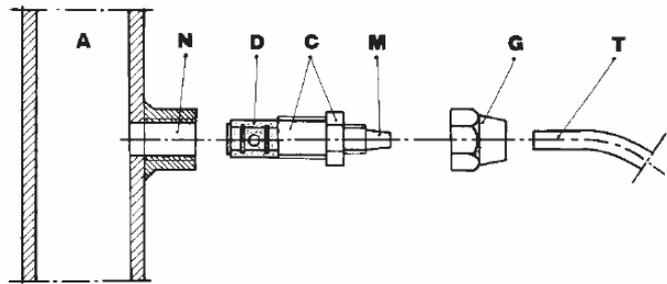

Bild 8: Anschluss des Impfventils
- f- Wählen sie einen passenden Einspritzpunkt am vorhandenen Rohrsystem. Das Impfventil muss in einen Anschlussstutzen mit einem 3/8 Zoll Rohringengewinde (ähnlich BSPm) eingeschraubt werden. Dieser Stutzen ist nicht im Lieferumfang enthalten. Schraube sie das Impfventil in den Anschlussstutzen und verwenden sie dabei eine geeignete Dichtung **Bild 8**. Danach verbinden sie den Schlauch mit dem Impfventil und sichern diesen mit der Überwurfmutter. Das Impfventil ist gleichzeitig auch ein Rückschlagventil, welches über eine Zylinderhülse (**D**) aus einem Elastomer (standardmäßig Viton) abdichtet (**nicht entfernen**).